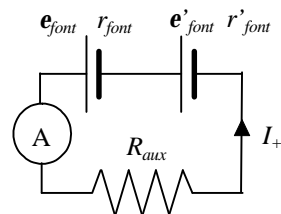

Figura 11
3. Munteu el circuit de la figura 11 utilitzant les dues fonts de tensió, la resistència auxiliar de 25Ω i l'amperímetre en l'escala de **fins 0.2 A** .
3. Munteu de nou el circuit de la figura 11 substituint la font de tensió que estava a 1.2 V per la pila recarregable.